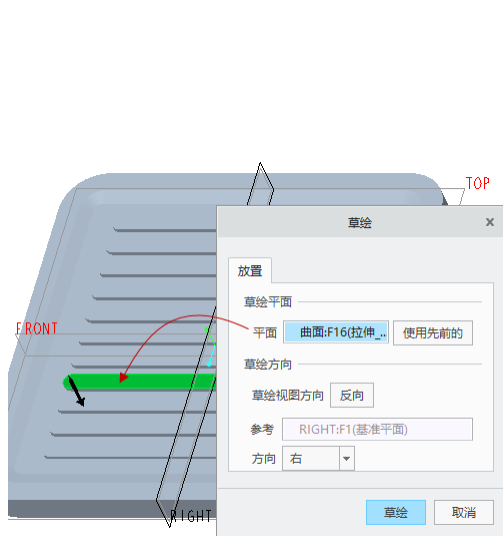

图 5-115 指定草绘平面
(1) 单击  (拉伸) 按钮, 接着在打开的“拉伸”选项卡中单击  (移除材料) 按钮。
(2) 在“拉伸”选项卡中打开“放置”滑出面板, 单击“定义”按钮, 弹出“草绘”对话框。选择图 5-115 所示的零件实体面定义草绘平面, 确保指定 RIGHT 基准平面作为“右”方向参考, 单击“草绘”按钮, 进入草绘模式。